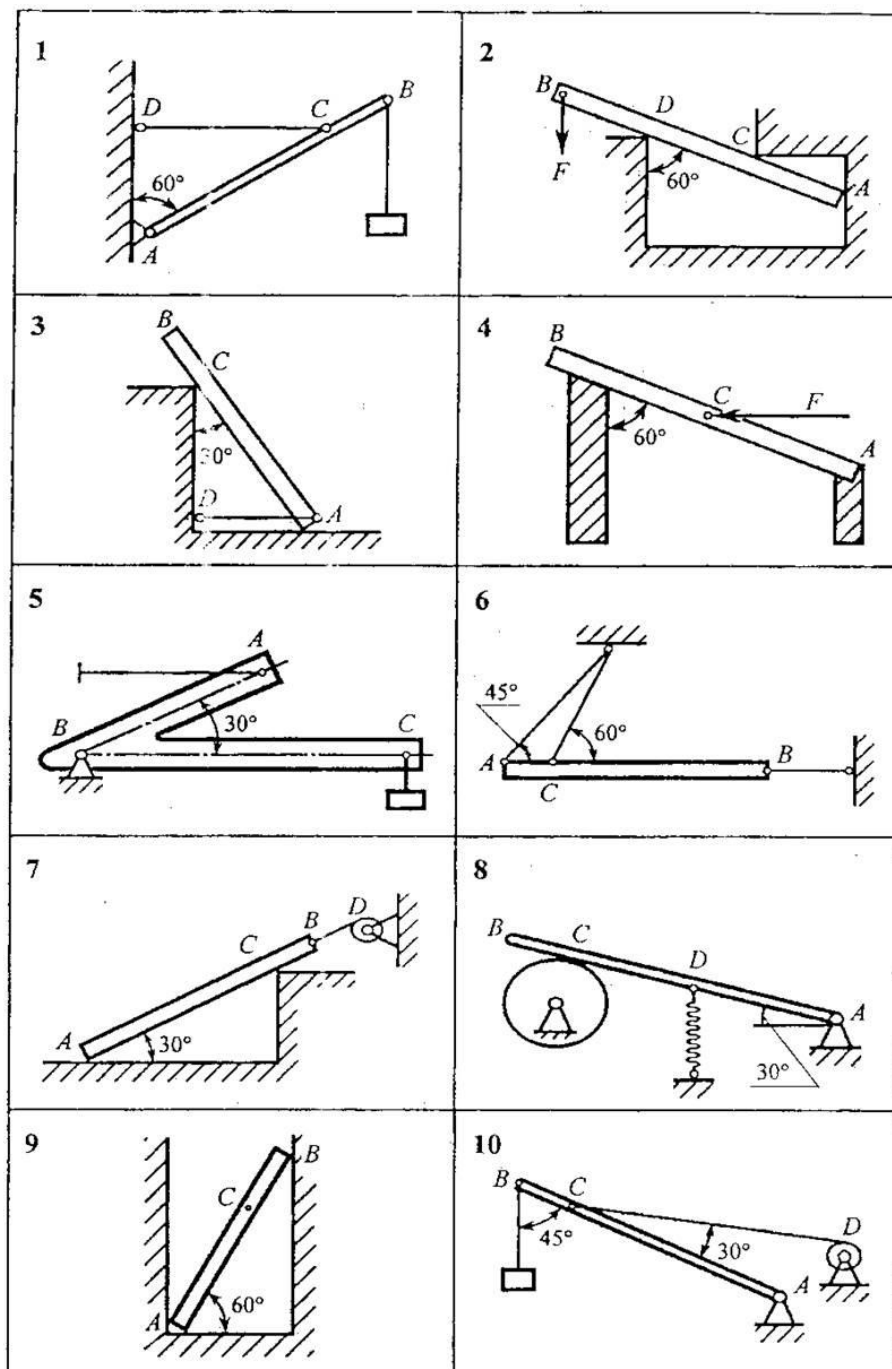

Рис. 1
**ЗАДАЧА 7** (рис.1). Однородную плиту  $AB$  весом  $4 \text{ кН}$  равномерно вытягивают из приямка с помощью барабанной лебедки  $D$ . Приняв  $AB = 10 \text{ м}$  и  $BC = 2 \text{ м}$ , определить для данного положения плиты опорные реакции в точках  $A$  и  $C$  и силу натяжения троса  $BD$ . Трением пренебречь.
**ЗАДАЧА 8** (рис.1). Поворотный однородный рычаг  $AB$  с помощью растянутой пружины силой упругости  $5 \text{ Н}$  прижат к вращающейся кулачковой шайбе в точке  $C$ . Приняв  $AD = 100 \text{ мм}$ ,  $DC = 80 \text{ мм}$ , определить реакции опорного шарнира  $A$  и силу давления рычага на кулачок. Весом частей механизма, а также трением пренебречь.
**ЗАДАЧА 9** (рис.1). Однородная лестница  $AB$  весом  $200 \text{ Н}$  опирается на пол и стены приямка. В точке  $C$  на лестнице стоит человек весом  $700 \text{ Н}$ . Приняв  $AB = 5 \text{ м}$  и  $AC = 3 \text{ м}$ , определить опорные реакции в точках  $A$  и  $B$ . Трением пренебречь.
**ЗАДАЧА 10** (рис.1). Однородная стрела  $AB$  подъемного крана весом  $8$  кН, несущая на своем конце груз весом  $40$  кН, удерживается в равновесии с помощью троса  $CD$  барабанной лебедки  $D$ . Приняв  $AB = 5$  м и  $BC = 2$  м, определить реакции опорного шарнира  $A$  и силу натяжения троса  $CD$ .